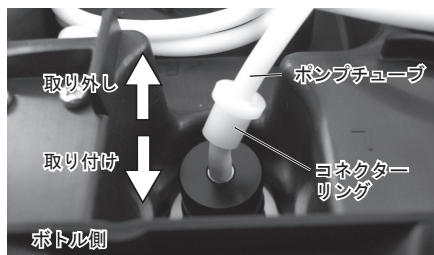

図34
- 3) ボトル側、操作パネル側のジョイントからそれぞれポンプチューブを取り外してください。(図 34、35)